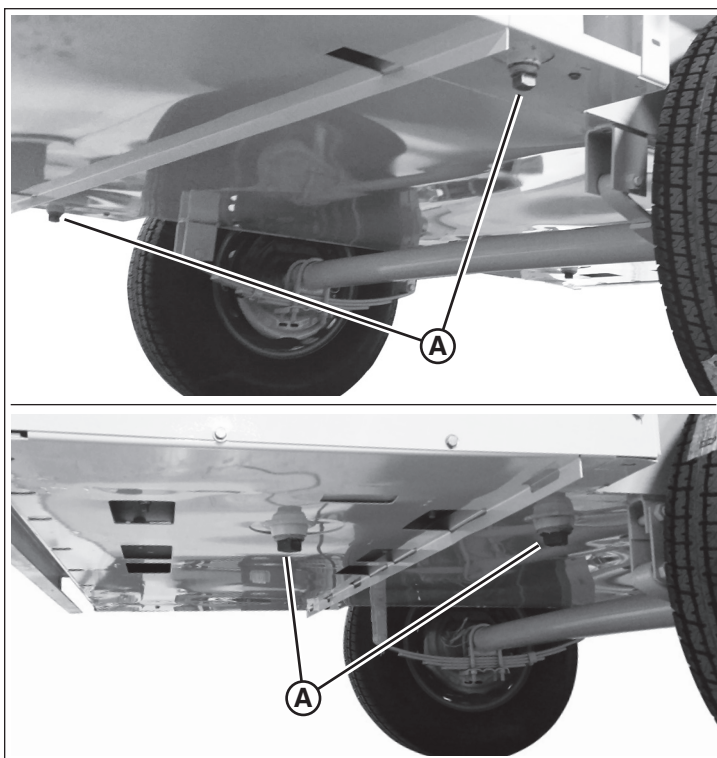

Figure 49
1. Placer un récipient adéquat sous l'un des quatre drains de retenue de liquide (A, Figure 49), se trouvant sous l'appareil vers l'arrière. Vous reporter aussi à « Caractéristiques et commandes ».